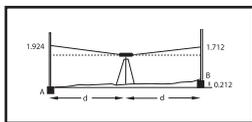

Abb. 10
- Befestigen Sie das Gerät auf einem Stativ auf halber Strecke zwischen zwei Messlaten (Abb. 10), etwa im Abstand von 39 bis 50 m. Zentrieren Sie die Luftblase.